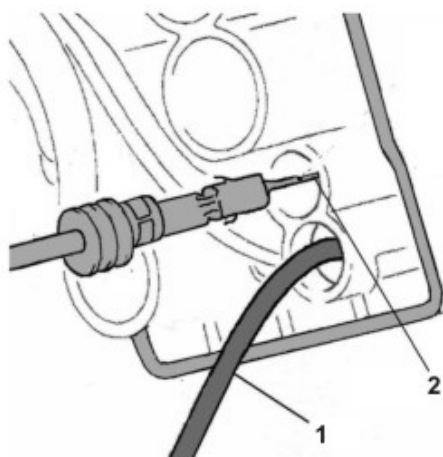

Abbildung 5.
**(Kabel 1, Abbildung 5)**
**(Kabel 2, Abbildung 5)**